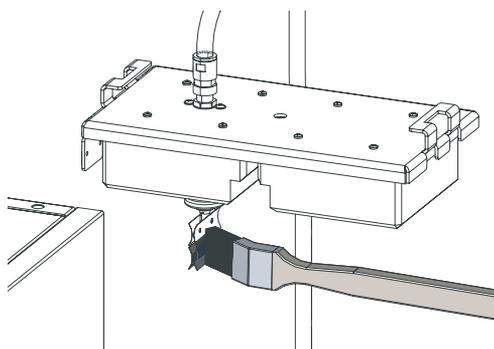

Fig. 67 Nettoyer l'électrode (uniquement pour les chaudières à pellets avec dépoussiéreur électrostatique)
- ▶ Nettoyer l'électrode avec un pinceau (uniquement pour les chaudières à pellets avec dépoussiéreur électrostatique) – Fig. 67.